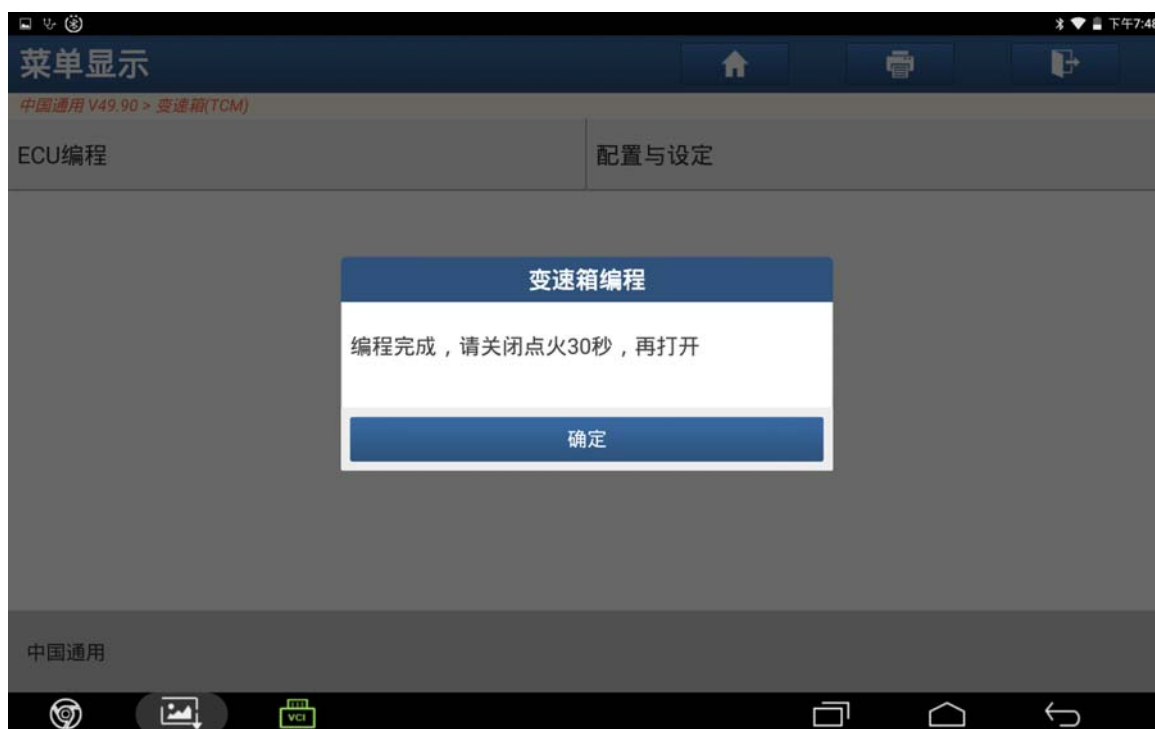

图 13
13). 编程完成后关闭点火开关 30 秒, 再打开, 点击“确定”, 如图 13;